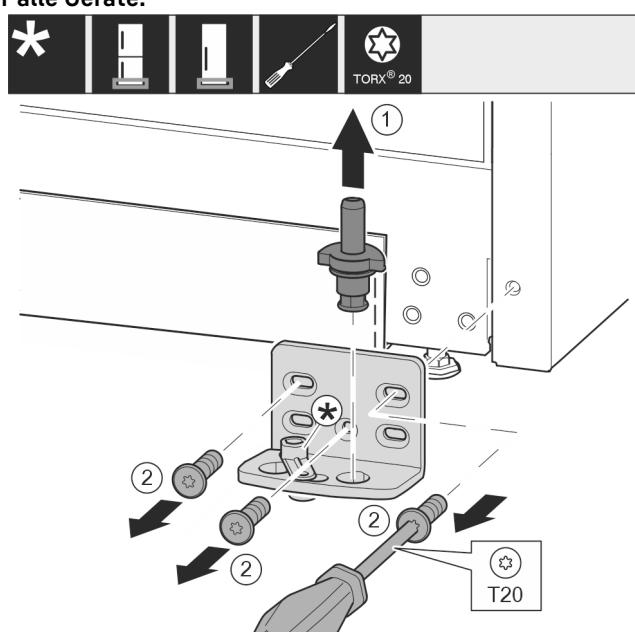

Fig. 8
- Lagerbolzen komplett nach oben herausziehen. Fig. 8 (1)
- Schrauben mit Schraubendreher T20 herausdrehen und Lagerbock abnehmen. Fig. 8 (2)